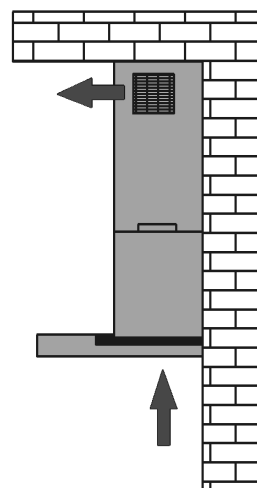

Рис.2
- 1) Отвода (рис. 2а) – воздух удаляется вне здания через соединение вытяжки с вентиляционной трубой с помощью жесткой пластиковой трубы диаметром в 120 мм а в вытяжках Nero 50/60 с помощью жесткой пластиковой трубы диаметром в 100 мм с применением редукции или с помощью трубок и фитингов с квадратным сечением
2) поглощения (рис. 2б) – внутренняя циркуляция воздуха через угольные фильтры (рис. 1).